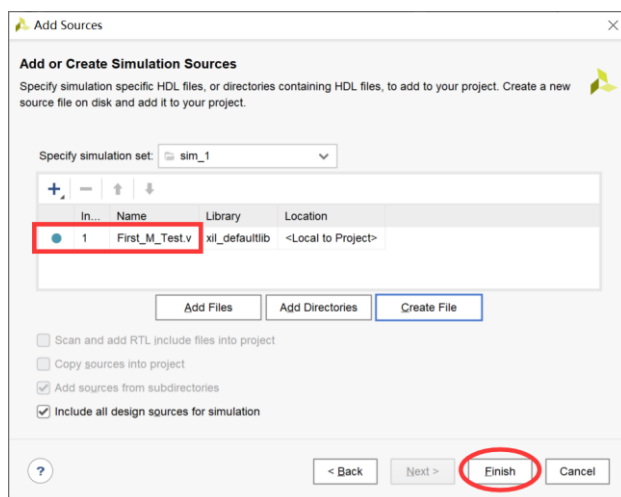

图3.20 结束仿真文件创建
(2) 输入仿真文件名。弹出对话框如错误!未找到引用源。所示，单击“Create File”后，则新弹出一个对话框，在其中输入仿真文件名称，假设为“First_M_Test”，单击“OK”后对话框关闭。这时在 sim_1 仿真系统下已经新添加了“First_M_Test.v”文件，如图 3.20 所示。最后单击“Finish”按钮。